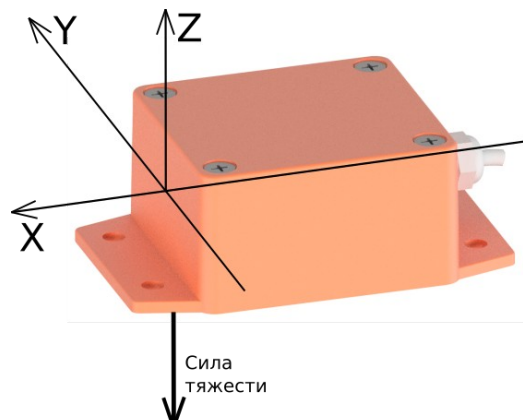

Рисунок 2: Направление осей измерения.
4. Датчик должен быть установлен так, чтобы движение контролируемого механизма осуществлялось в измерительных плоскостях датчика ZX и ZY см. Рисунок 2.